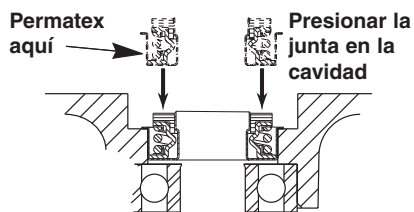

Figura 1
AVISO: Asegúrese de que las superficies de la junta de estancamiento estén limpias y sin averías. Aplique Permatex #2 o un producto equivalente con moderación en el borde exterior del cuerpo de la junta (con el resorte). Figura 1.
1. Presione el nuevo cuerpo de la junta en la cavidad de la placa de estancamiento (Figura 1).